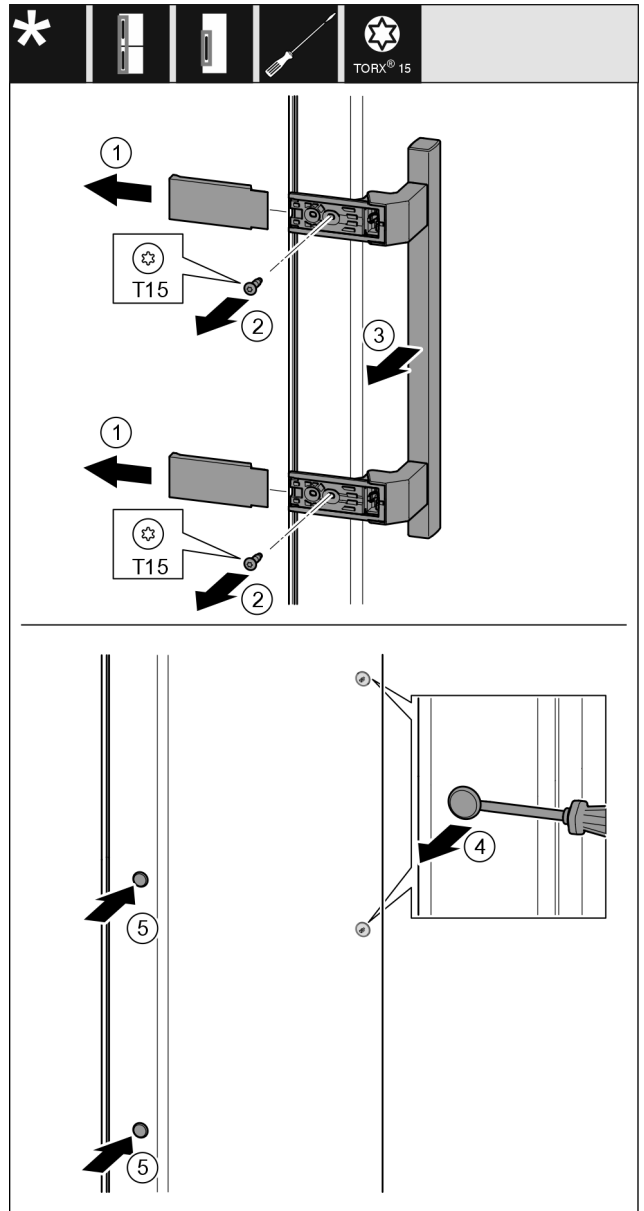

Fig. 34
- ▶ Abdeckung Fig. 34 (1) abziehen.
- ▶ Schrauben Fig. 34 (2) mit Schraubendreher herausdrehen.
- ▶ Griff Fig. 34 (3) abnehmen.
- ▶ Seitlichen Stopfen Fig. 34 (4) vorsichtig mit einem Schlitzschraubendreher anheben und herausziehen.
- ▶ Stopfen Fig. 34 (5) auf der anderen Seite wieder einsetzen.